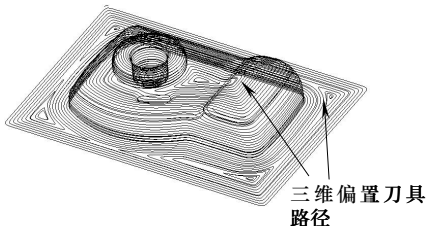
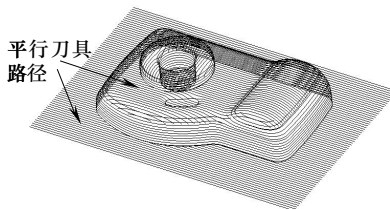

图 5-63 三维偏置刀具路径
图 5-64 平行刀具路径
2) 类型：定义零件浅滩区域刀具路径的样式，包括“三维偏置”和“平行”两种刀具路径，分别如图 5-63 和图 5-64 所示。